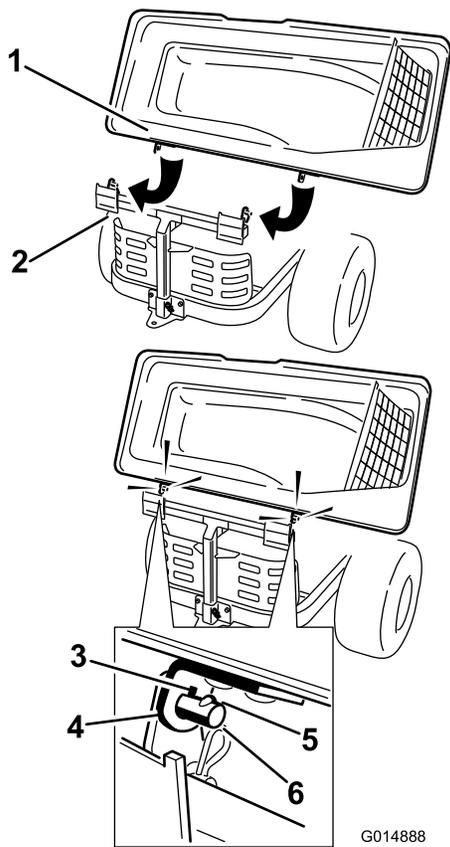

Figura 21
2. Gire la tapa del ensacador para alinear los orificios de los soportes de la tapa del ensacador con las clavijas de los bulones del bastidor del ensacador (Figura 21).